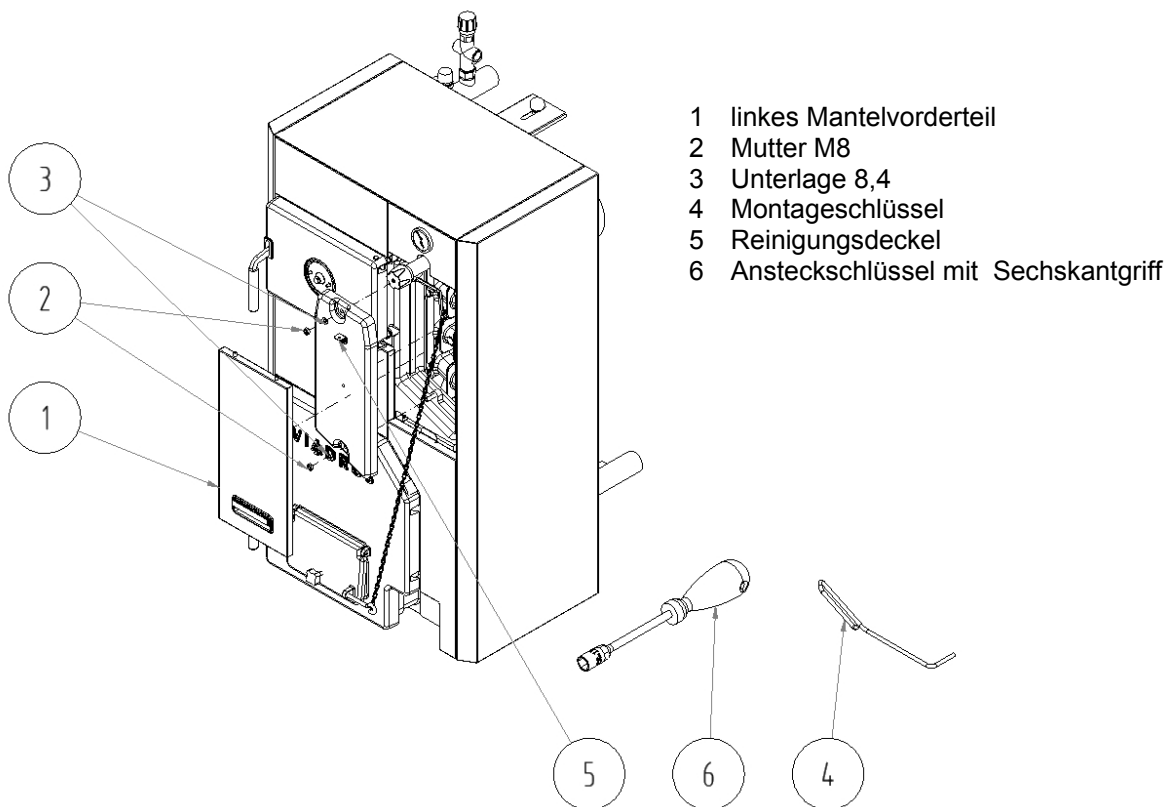

Abb. Nr. 13 Demontage des Reinigungsdeckels
3. Nach Beendigung der Heizsaison müssen die Kesselrauchzüge gereinigt werden. Den Reinigungsdeckel mit einem Ansteckschlüssel mit Griff abschrauben, mit einem Montageschlüssel den Reinigungsdeckel herausnehmen, die Trennwände des Verbrennungsraumes herausnehmen, die Rauchzüge mit dem entsprechenden Reinigungsgerät reinigen (Abb. Nr. 13). Nach der Reinigung müssen die Trennwände zurück in den Verbrennungsraum eingelegt werden, und zwar so, dass der hintere Kesselteil verschlossen bleibt, und den Reinigungsdeckel anschrauben.